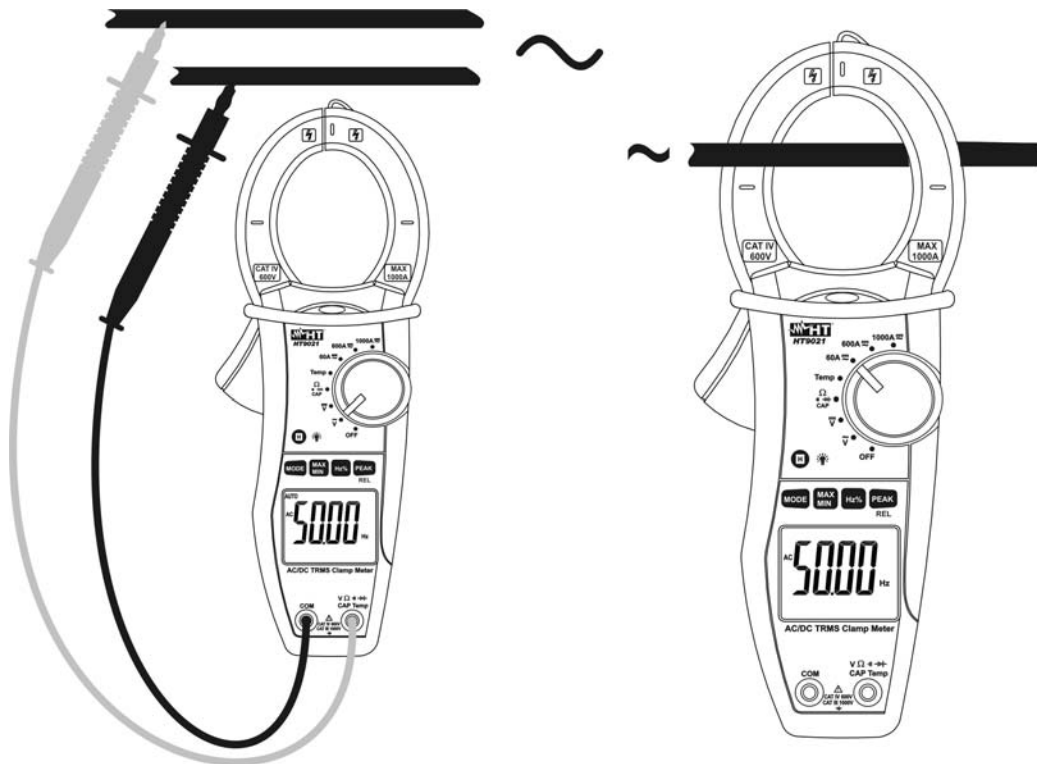

Abb. 9 Messung von Frequenz und Tastverhältnis
- Öffnen Sie die Zange und setzen Sie den zu messenden Leiter ins Zentrum der Zangenöffnung (siehe Abb. 9 rechte Seite), der gemessene Frequenzwert wird nun angezeigt. Der Bargraph ist deaktiviert in der Funktion Frequenz und Tastverhältnis.